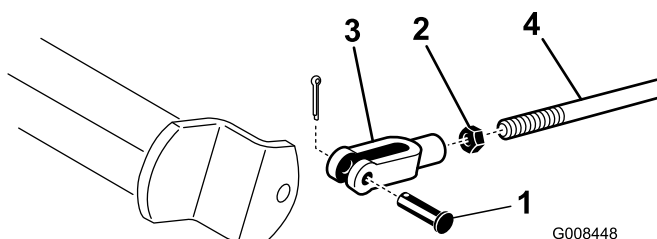

Figure 46
2. Si les freins ne se bloquent pas uniformément, désaccouplez les tiges de frein en retirant la goupille fendue et l'axe de chape (Figure 46).
3. Desserrez l'écrou de blocage et réglez la chape comme il convient (Figure 46).
4. Montez la chape sur l'arbre de frein (Figure 46).